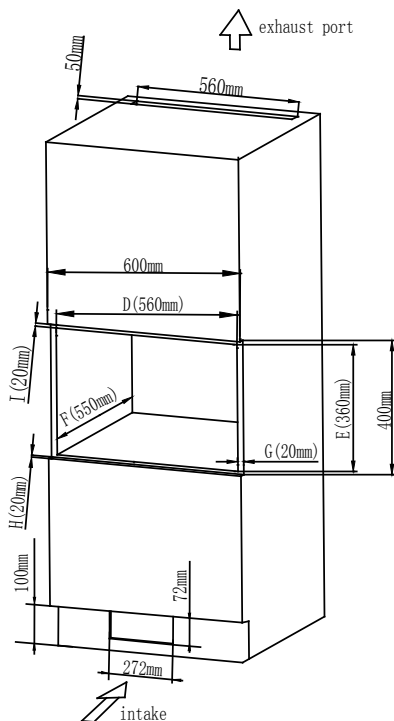

Fig. 5
Taille à l'ouverture : (D)560±2 x (E)360±2 x (F)550±2 (mm) comme illustré à la figure 5 « D », « E », « F ».